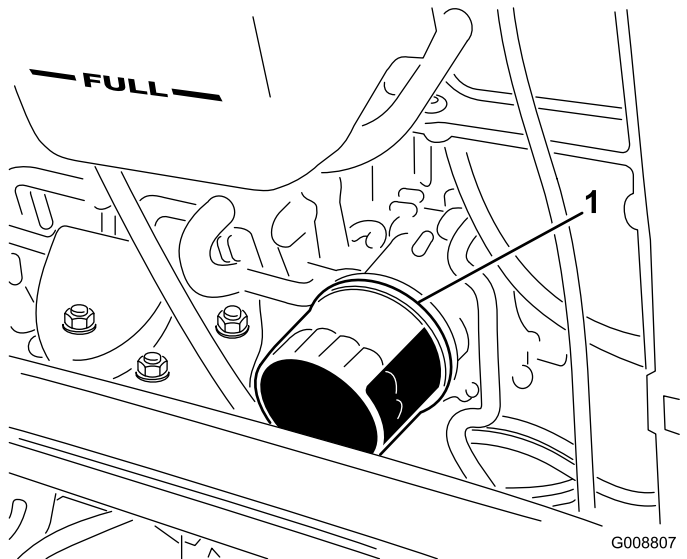

Figura 32
2. Retire el filtro de aceite (Figura 32). Aplique una capa ligera de aceite limpio al filtro nuevo antes de enroscarlo. No apriete demasiado.